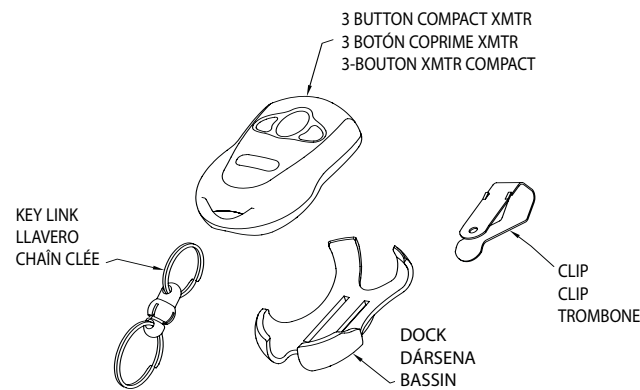

Fig. 2
Paso 5-1 Reemplazo de batería Fig. 2.